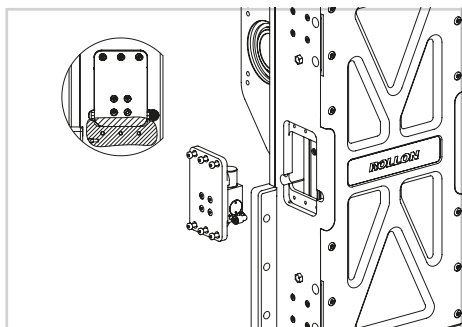

Fig. 24
- 4) Durante l'installazione della piastra con dispositivo di bloccaggio/freno montato, verificare di aver posizionato il riferimento sulla piastra a contatto con il carro (vedi Fig. 24).